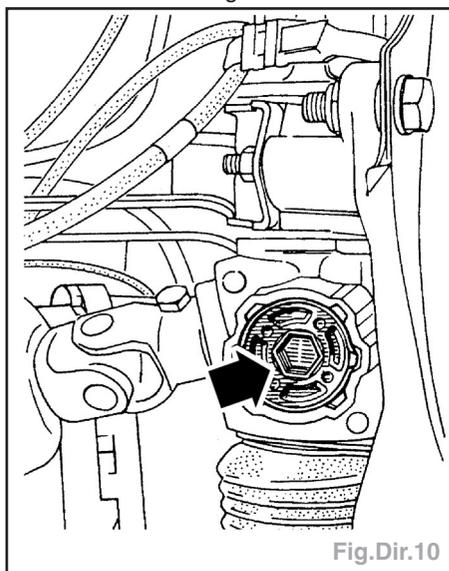

Fig.Dir.10
- Défreiner l'écrou (Fig.Dir.10) de réglage en redressant les matages de sa collerette.